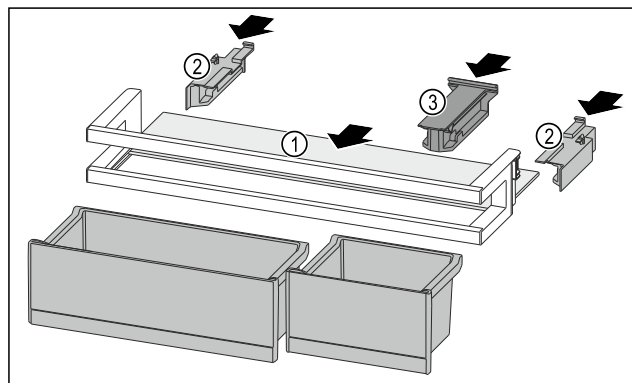

Fig. 278
- Odlagalno polico Fig. 278 (1) vstavite v stranske vdolbine.
- Vstavite stranske dele Fig. 278 (2).
- Vstavite držalni del Fig. 278 (3).